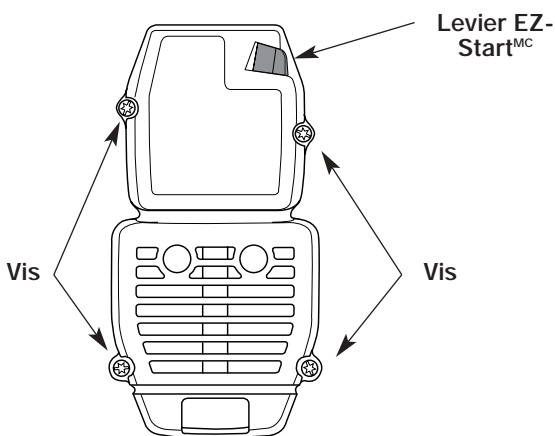

Fig. 23
1. Retirez les quatre vis retenant le couvercle (Fig. 23). Servez-vous d'un tournevis à lame plate ou à mèche T20 Torx.
2. Insérez les quatre (4) vis dans les trous du filtre à air/couvercle du silencieux (Fig. 23) et vissez sans trop serrer.